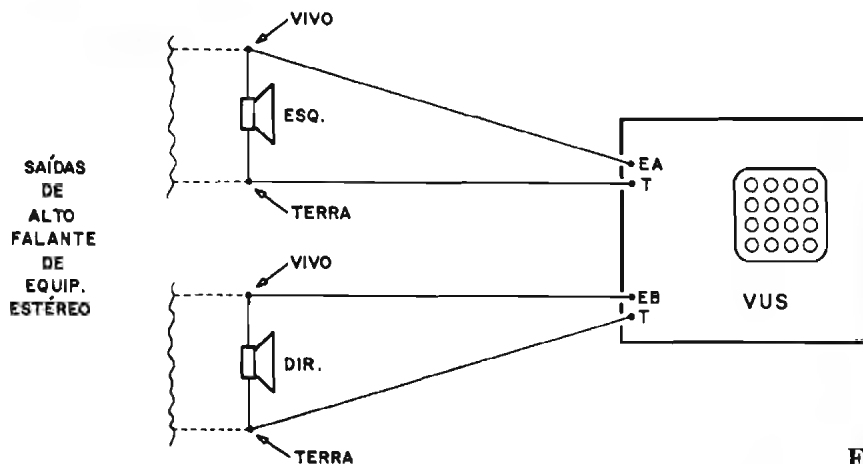

Fig.10
- **FIG. 10 - OBTENDO OS SINAIS DE EXCITAÇÃO PARA O VUS** - Conforme já foi explicado, os sinais para excitação dos dois "eixos" de visualização no **display** do VUSCÓPIO, podem ser diretamente "puxados" dos próprios terminais dos alto-falantes dos dois canais de um sistema de áudio estéreo qualquer... É importante determinar-se nas tais Saídas para alto-falante, qual é o "polo" de "Terra", já
Com o VUSCÓPIO devidamente alimentado (ligado a uma fonte de 12 VCC, com disponibilidade de Corrente para um mínimo de 250 mA, ou ao sistema elétrico de um carro - 12V...) e com as conexões de sinal devidamente feitas (fig. 10), inicialmente ajusta-se o **volume** do áudio no equipamento, conforme os gostos ou necessidades do local/ouvinte... Os dois **trim-pots** de pré-ajuste do VUS (ambos de 4K7, codificados como PA e PB no "esquema" da fig. 1...) podem - inicialmente - ficar em suas posições **médias** ("meio giro" no